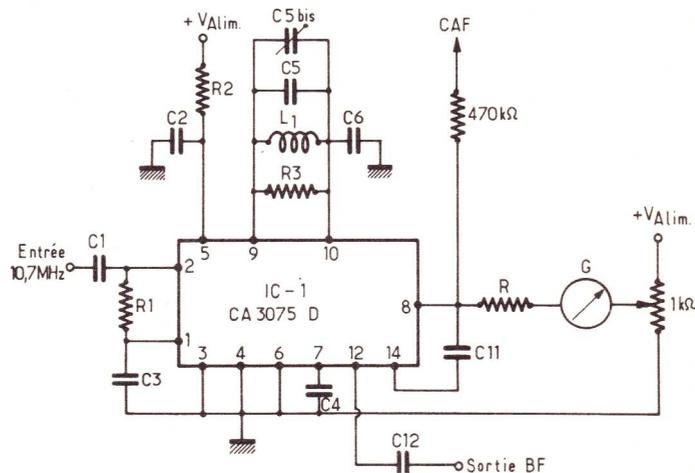

Figure 2
- **Figure 2.** Obtention d'un niveau de sortie BF très élevé (2 à 8 V eff.) si l'on veut réaliser un récepteur portatif dont l'ampli BF soit réduit à sa plus simple expression (deux transistors complémentaires en push-pull, ou même un seul transistor chargé par le HP).